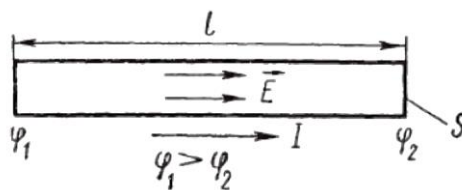

Рис. 2
Закон Ома – в виде (8) справедлив для однородного участка цепи, т. е. такого участка, в котором не действует электродвижущая сила. Чтобы получить выражение закона Ома для неоднородного участка цепи, будем исходить из закона сохранения энергий. Пусть на концах участка поддерживается разность потенциалов  $\varphi_1 - \varphi_2$  (рис. 2).
ЭДС, действующую на участке, обозначим  $\xi_{12}$ . Задавшись определенным направлением (например, обозначенным на рис. 2 стрелкой), ток  $I$  и ЭДС  $\xi_{12}$  нужно рассматривать как алгебраические величины. Ток будем считать положительным, если он течет в направлении, указанном стрелкой, и отрицательным при противоположном направлении. Аналогично ЭДС будем считать положительной, если она действует в направлении стрелки (это значит, что над положительным зарядом, перемещающимся в этом направлении, сторонние силы совершают положительную работу), и отрицательной, если она действует в противоположную сторону.